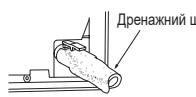

Рисунок 4
- 5) Повністю вставте дренажний шланг у дренажний піддон ззаду й справа на внутрішньому блоці (Рисунок 4).
- 6) Вставте дренажний шланг у гільзу для проходу через стіну (C) і підвісьте внутрішній блок на монтажній пластині (1) за верхню його частину. Потім повністю перемістіть внутрішній блок вліво для полегшення розміщення труб на задній частині блоку.